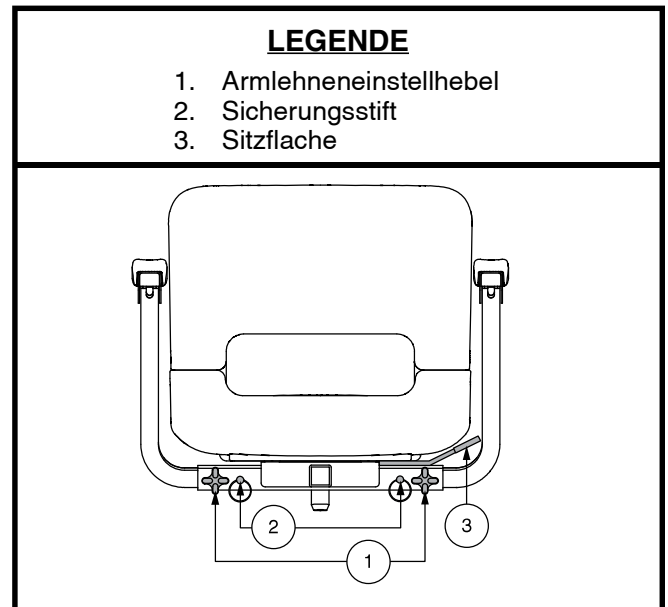

Abb. 12. Sitzeinstellungen
1. Lösen Sie die Armlehneinstellhebel. **Siehe Abb. 12.**